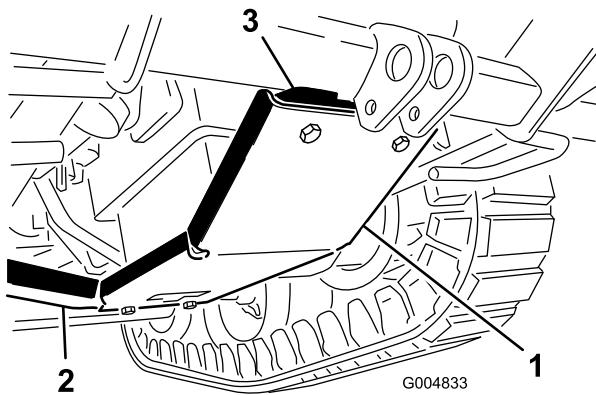

Figura 31
2. Monte la chapa de protección (Figura 31) en el bastidor debajo del motor, como se indica a continuación:
- Monte el extremo delantero de la chapa de protección a la placa de montaje con 2 pernos con arandela prensada (3/8 x 1-3/4 pulgada) y tuercas con arandela prensada (3/8 pulgada) (Figura 31).
- Monte el extremo trasero de la chapa de protección en el travesaño del bastidor con 2 pernos (3/8 x 1 pulgada) y tuercas con arandela prensada (3/8 pulgada) (Figura 31). Instale los pernos traseros desde arriba.